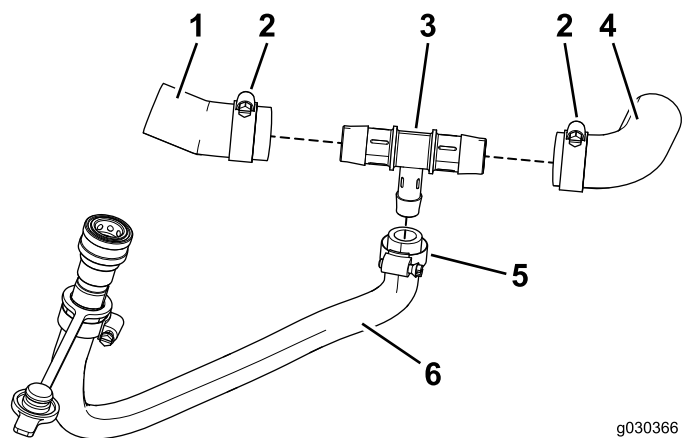

図 31
4. 左右に分割されたホースをT字フィッティングに接続する 図 31。
5. 大きいホースクランプでホースをT字フィッティングに固定する 図 31。